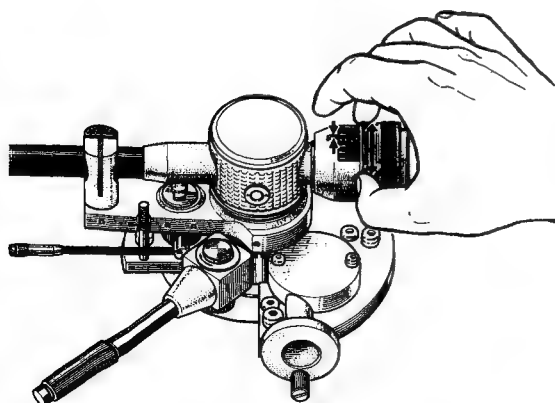

Fig. 18
2. Replacer le bras sur son support et tourner la bague graduée jusqu'à obtenir le "0". Vérifier que le bras est toujours en équilibre. (Fig. 18)
2. Den Tonarm wieder auf die Stütze zurücklegen und den Stellring auf Null ("0") einjustieren. Kontrollieren, ob der Tonarm noch in der Waage (d.h. ausbalanciert) ist. (Fig. 18)
2. Breng de toonarm naar armsteun terug en draai ring met schaalverdeling op "0". Controleer of de toonarm nog in balans is. (Fig. 18)
2. För tonarmen tillbaka till stödet och vrid motvikten justering till "0". Kontrollera att tonarmen fortfarande väger jämnt. (Fig. 18)